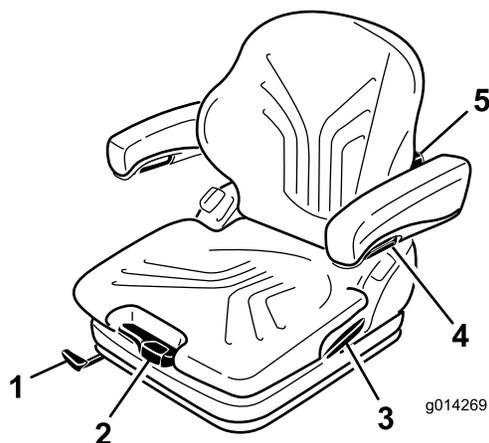

Figura 10
Regolate il sedile in base al vostro peso tirando o premendo la leva di regolazione del peso (Figura 10).
1. Tirate verso l'alto la leva per sbloccare il sedile (Figura 10).
Girando la manopola di regolazione verso l'alto è possibile regolare la curvatura della parte superiore del cuscino dello schienale. Girando la manopola verso il basso è possibile regolare la curvatura della parte inferiore del cuscino dello schienale (Figura 10).
Per regolare l'altezza dei braccioli staccate il cappuccio tondo (Figura 10) dalla protezione, allentate il dado esagonale (13 mm) che si trova dietro di esso, regolate i braccioli secondo la posizione desiderata e serrate il dado. Riposizionate il cappuccio sul dado.
Per regolare l'angolo dei braccioli, girate la manopola di regolazione (Figura 10).
Tirate verso l'alto la leva di bloccaggio per liberare il fermo dello schienale (Figura 10). Quando liberate il fermo, non esercitate una pressione contro lo schienale.